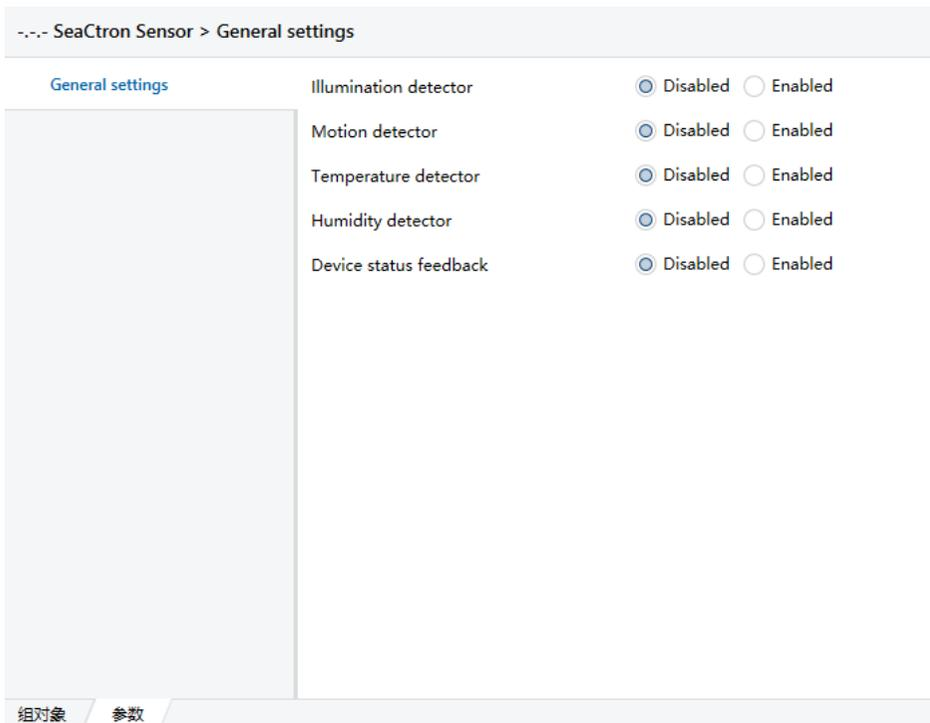

图 6.1.1
- 1) 在 ETS5 中打开照度红外移动传感器参数设置界面，如图 6.1.1 所示。“General”